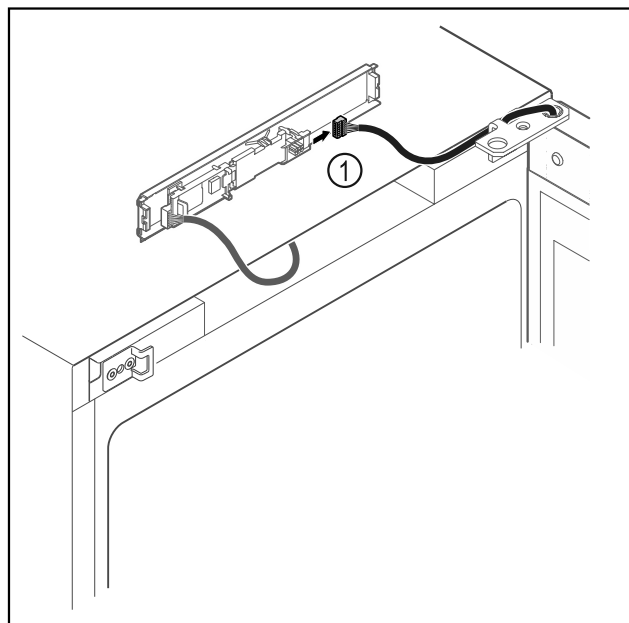

Fig. 19
- Αποσυνδέστε το φινις Fig. 19 (1) από την πλακέτα.